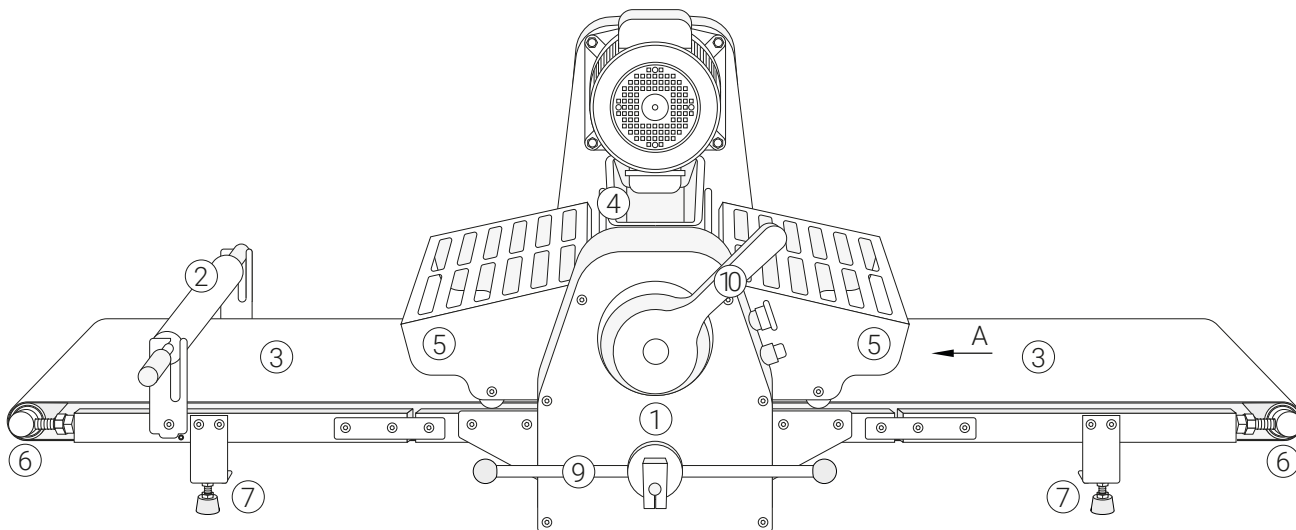
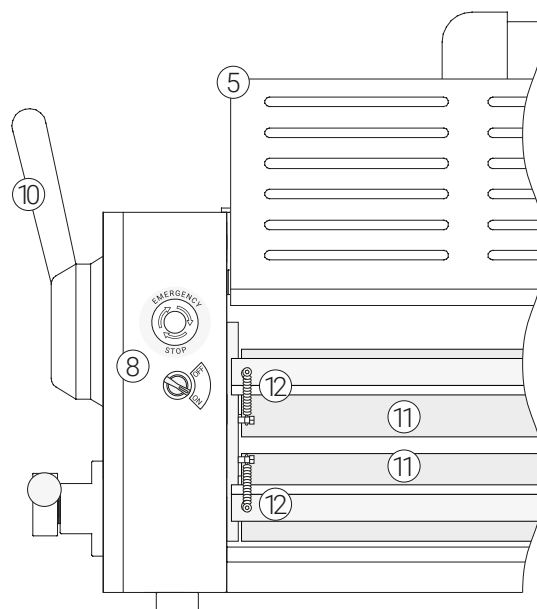

Рис. 1
Рис. 2
- Тестораскаточная машина серии KDT (рис. 1) – 1 шт.
5.1.1. Тестораскаточная машина. Вид общий: рис. 1 и рис. 2 (может незначительно отличаться в зависимости от модификаций).
- ① Корпус машины. Является несущим элементом оборудования, выполнен из нержавеющей стали.
- ② Съёмная скалка для наматывания/разматывания теста в специальном креплении на конвейерном столе.
- ③ Конвейерные столы (левый и правый).
- ④ Лоток для хранения подсыпаемой при раскатке муки.
- ⑤ Защитные решетки. В поднятом положении блокируют работу машины, предотвращая возможность получения травмы оператором.
- ⑥ Валики натяжения ленты.
- ⑦ Винтовые ножки с колпаками.
- ⑧ Панель управления с поворотной ручкой включения (положение «ON» и «OFF») и кнопкой экстренного выключения типа «грибок». (рис. 2).
- ⑨ Рычаг управления реверсивного движения конвейерной ленты.
- ⑩ Рычаг регулировки зазора между раскатывающими валками. Служит для регулирования толщины раскатываемой заготовки.
- ⑪ Раскатывающие вращающиеся валки: верхний (подвижный) и нижний (неподвижный).
- ⑫ Система очистки валков, состоящая из пары специальных скребков для каждого валка и системы их натяжения.
10.2. Повернуть поворотный выключатель в положение «ON» панели управления 8 (рис. 2).